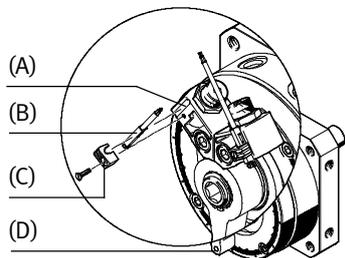
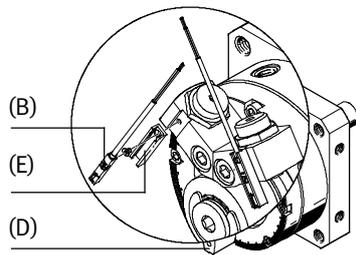

Fig. 21
Fig. 22
- Platzieren Sie die Näherungsschalter (B) wie folgt (Fig. 21, Fig. 22):